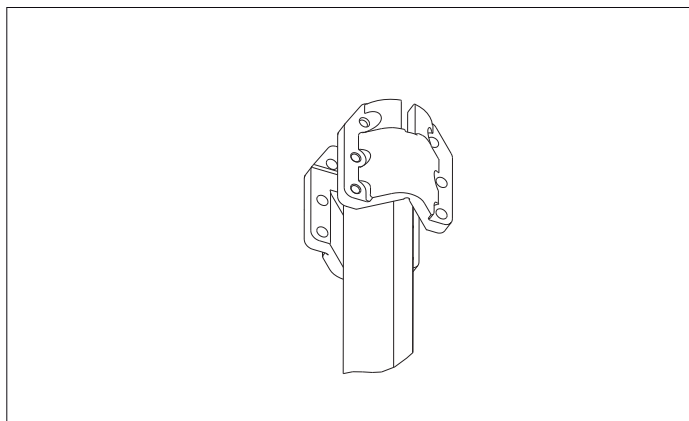
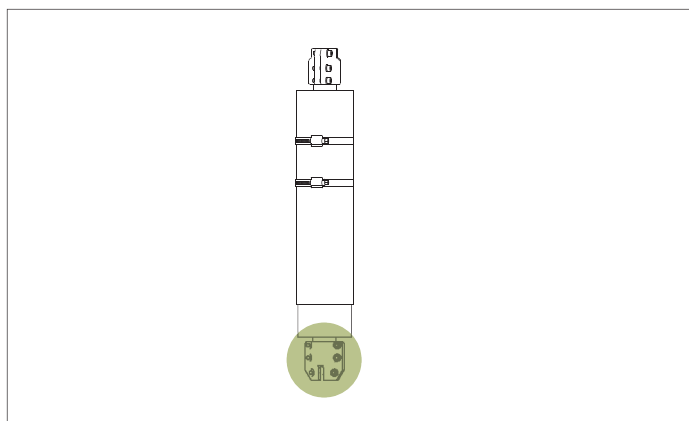

Рис. 43. Установка двух полумуфт на вал квадратного сечения
Рис. 52. Смещение полумуфт на 90°
2. Установите две полумуфты на один конец вала. См. рис. 43.
7. Установите две полумуфты на нижний конец вала, см. рис. 43. Обязательно сместите эти муфты на 90° по отношению к муфтам, установленным на шаге 2, как показано на рис. 52.